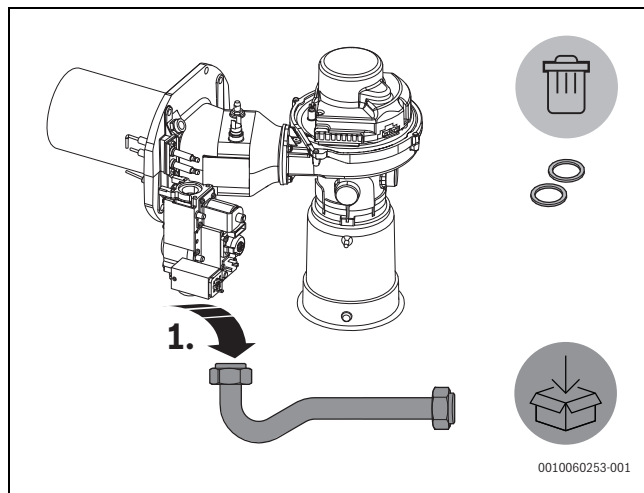

Bild 7 Gasrohr herausnehmen
- ▶ Gasrohr herausnehmen und dem Kunden zur Aufbewahrung übergeben. Dichtungen umweltgerecht entsorgen (→Bild 7, [1]).